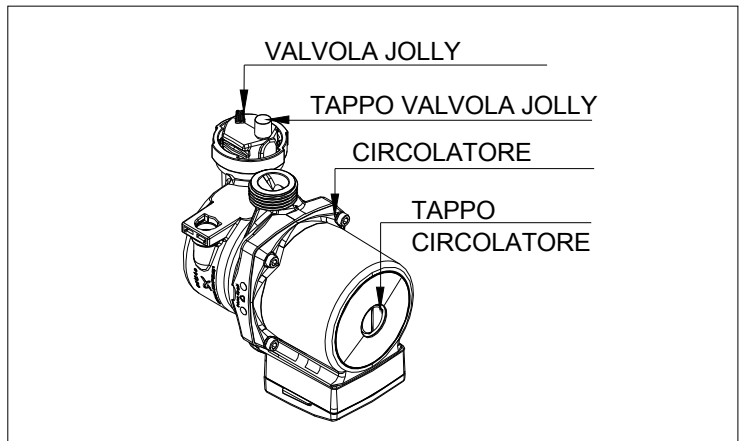

Fig. 1
- controllare che il tappo della valvola jolly sia leggermente allentato per permettere all'aria di fuoriuscire dall'impianto (fig. 1);
- svitare il tappo del circolatore per eliminare eventuali bolle d'aria e richiuderlo alla fuoriuscita di acqua (fig. 1);